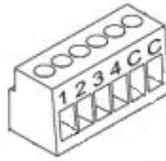

Bild 1.3 Eingangs - Anschlussklemme
-  **Programmier-Taste:** Ein kurzer Druck auf diese Taste bringt die Schnittstelle in den Programmiermodus, die LED (2) leuchtet rot. Wird die Busspannung bei gedrückter Taste angelegt, geht der QUAD in den Sicherheitsmodus. Die LED blinkt dann rot.
-  **Eingangsstecker:** Anschlussstecker für die Eingangsklemme (siehe Bild 1.3), welche den Anschluss der verschiedenen QUAD Eingänge ermöglicht (von 1 bis 4). Für eine einwandfreie Funktion müssen die an den QUAD anzuschließenden Elemente (Taster, Schalter, Temperaturfühler oder Bewegungsmelder), einerseits an die entsprechende Eingangsklemme (Klemme 1 bis 4), und andererseits an einen der beiden gemeinsamen, mit "C" bezeichneten Klemmen, angeschlossen werden. Diese beiden Klemmen sind intern miteinander verbunden.